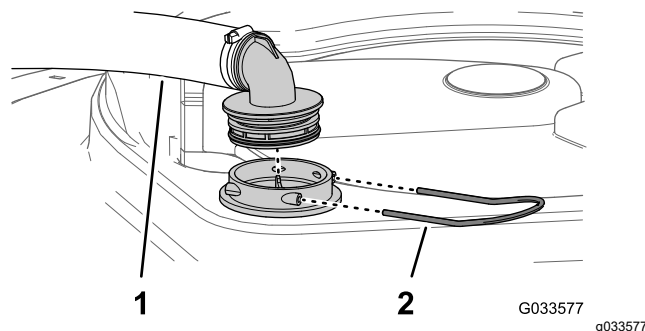

Figura 54
2. En la parte superior del depósito de fumigación, retire la horquilla de retención que sujeta el acoplamiento que está conectado a la manguera grande y al alojamiento del filtro (Figura 54).